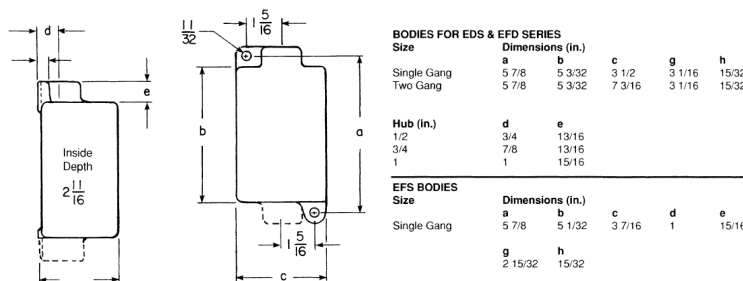

Figure 2
- Select a mounting location that will provide suitable strength and rigidity for supporting all contained wiring and control devices. Figure 2 shows the mounting dimensions of all EFS, EFD and EDS Device Bodies. Drill and tap mounting holes for 5/16 - 18 bolts.
- Choisissez une surface de montage suffisamment solide et rigide pour soutenir l'ensemble du cablage et des dispositifs de commande. La Figure 2 indique les encombrements de tous les boîtiers des dispositifs de commande des séries EFS et EDS. Vous devez percer et tarauder des trous de fixation pour des boulons de 5/16 po - 18.